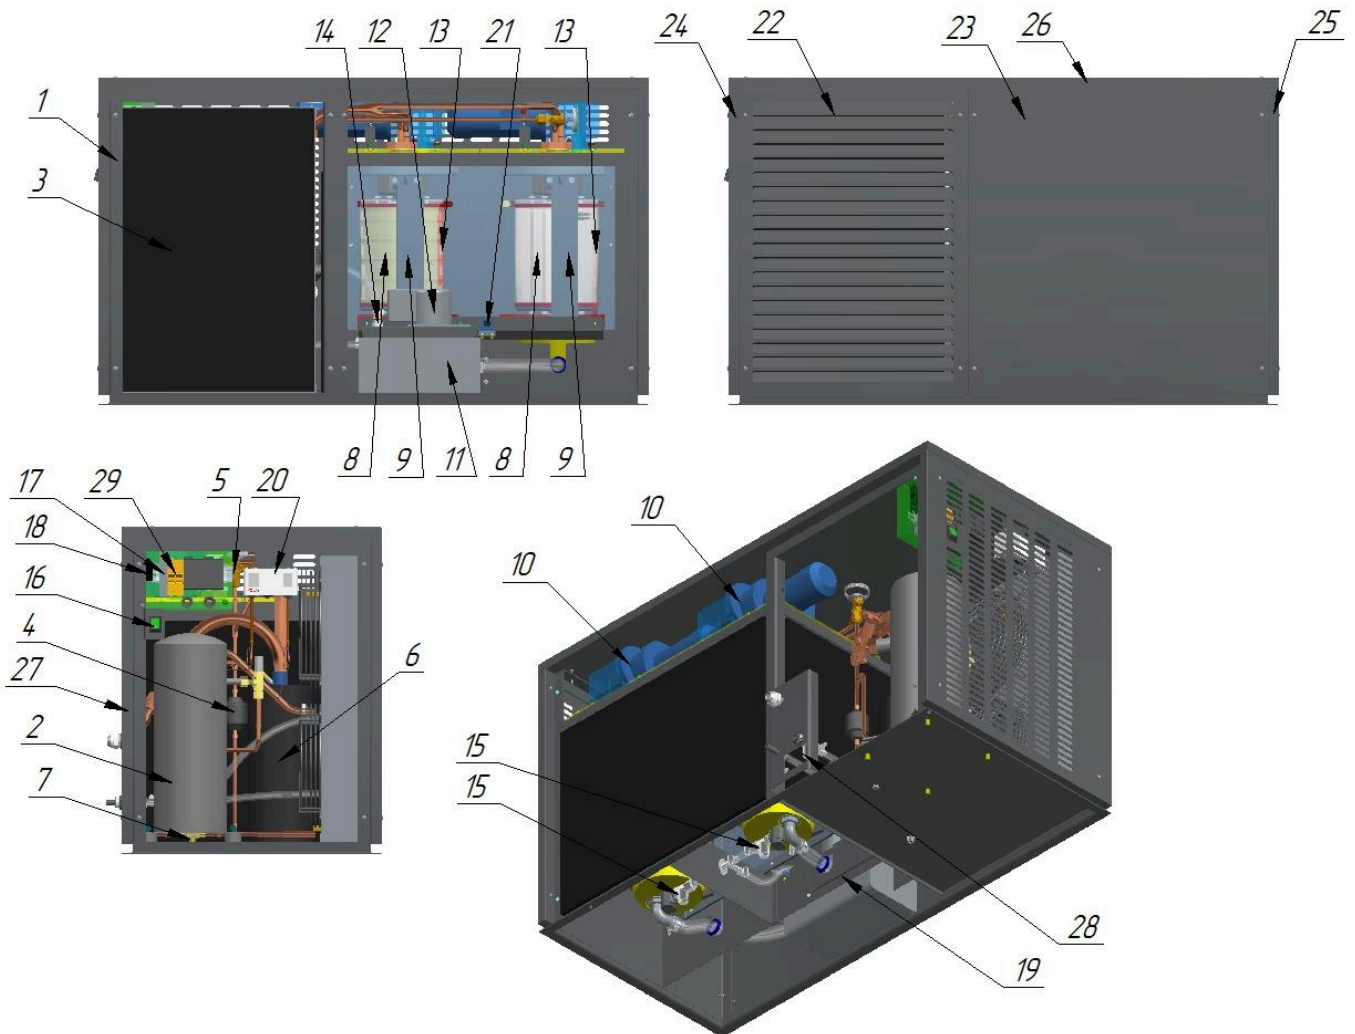

Рис. 2 Устройство льдогенератора ЛГ-1200Ч-02
**2.1.2** Устройство льдогенератора чешуйчатого льда ЛГ-1200Ч-02 приведено на рис. 2.